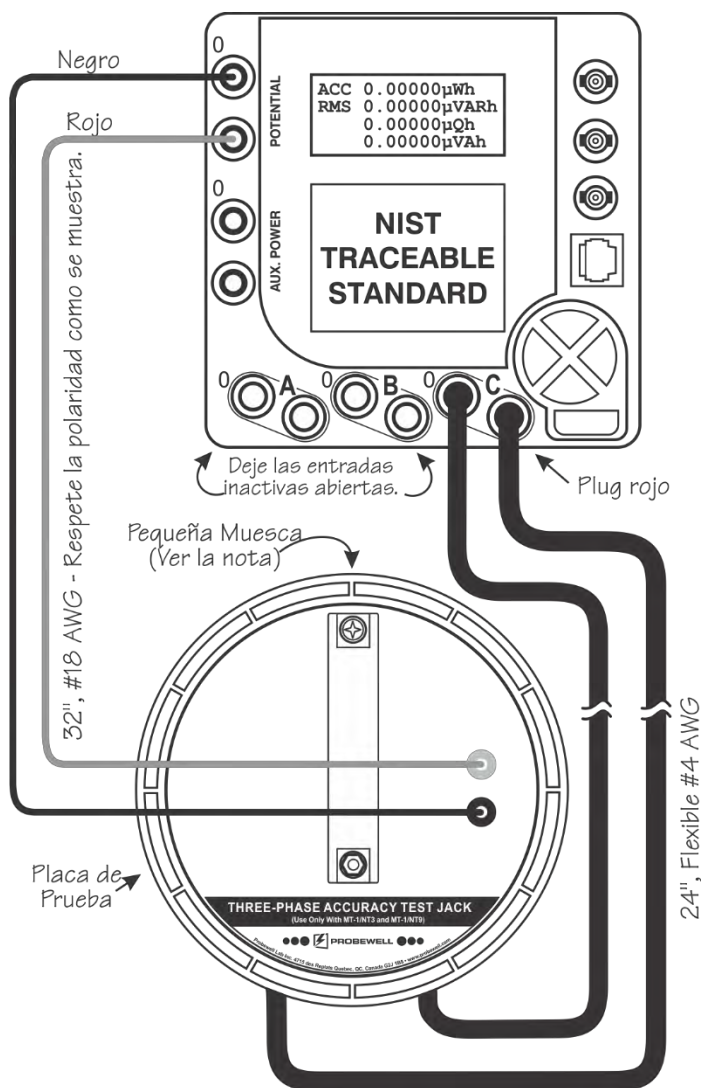

Fig. 6.2
2. Instale el socket MT-1/NT9 en una mesa de superficie no conductora con el borde frontal hacia usted. Luego instale con cuidado la placa de prueba encima del socket como se muestra en la Fig. 6.2. Pues conecta los cables de corriente y potencial entre el MT-1/NT9 y el patrón respetando la polaridad. En cuanto a las conexiones del puerto auxiliar del patrón, favor de consultar el fabricante del mismo para más detalles.